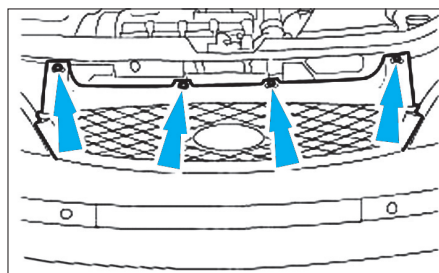

Fig. 77
- Abaisser le véhicule et déposer les vis de fixation (Fig.77).